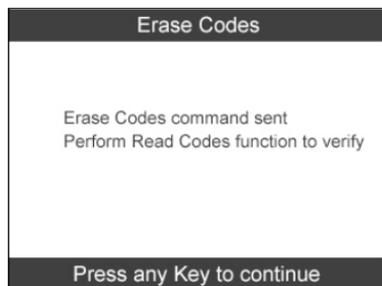

Figura 4.29
- 3) Se il comando di cancellazione viene trasmesso correttamente, la schermata si presenta come da immagine sottostante (figura 4.29). Premere un pulsante qualsiasi per proseguire. Per verificare che i codici siano stati cancellati correttamente, eseguire nuovamente **Lettura codici**.